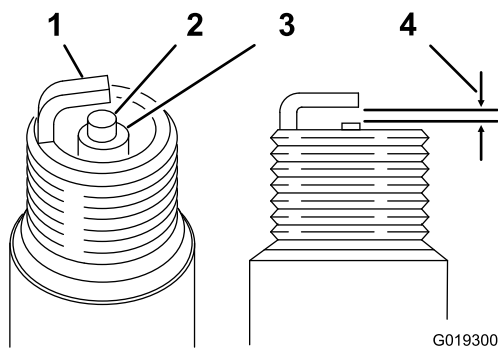

Figura 31
1. Verifique o centro da vela de ignição (Figura 31). Se o isolador estiver com coloração marrom claro ou cinza, o motor está funcionando normalmente.
2. Com um calibrador de folga, meça a folga entre o eletrodo-massa e o eletrodo central (Figura 31).